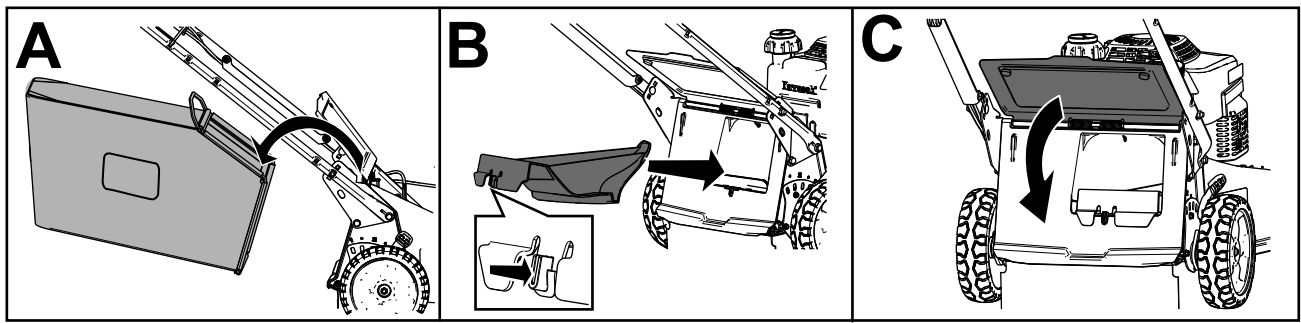

Figura 16
- Si la bolsa de recogida está instalada en la máquina, retírela (Figura 16, A).
- Si el tapón de descarga trasero no está instalado, sujételo por el asa, eleve el deflector trasero e introdúzcalo en el conducto de descarga trasera hasta que el enganche encaje en su sitio (Figura 16, B).
3. Retire la varilla de la bolsa de recogida de las muescas de la base del manillar (Figura 16, A).
4. Instale el tapón de descarga (Figura 16, B).
5. Baje el deflector trasero (Figura 16, C).